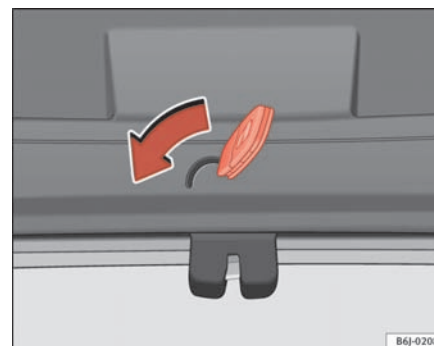

Fig. 46 Bagklap: nødoplåsning
- Sæt nøglen i slidsen, og lås låsesystemet op ved at bevæge nøglen fra højre mod venstre i pilens retning ⇒ fig. 46. ■